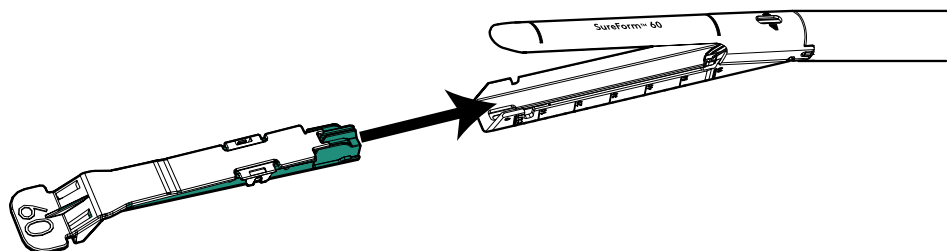

Figura 2.2 Recarregue com o retentor do grampo no lugar
4. Com o retentor no lugar, segure a recarga pela extremidade distal (estreita) (Figura 2.2).